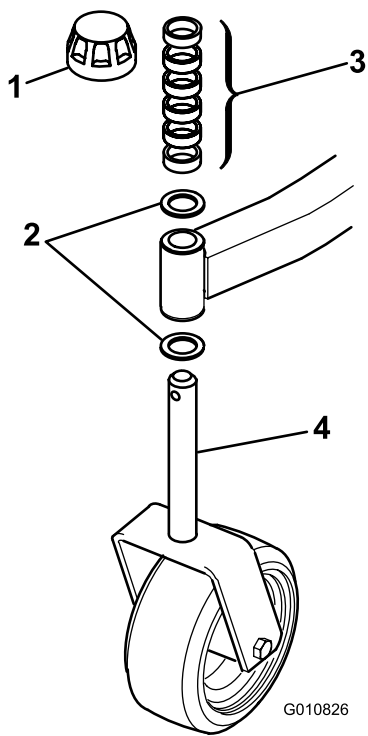
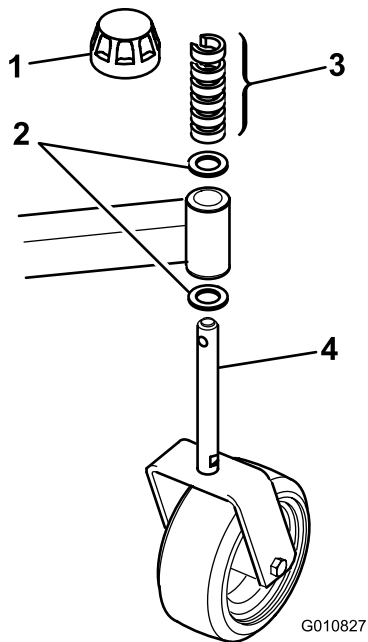

Bild 2
Bild 3
1. Nehmen Sie die Spannkappen von den Spindelwellen ab, und schieben Sie die Distanzstücke und Druckscheiben von der Wellen (Bild 2 und Bild 3).